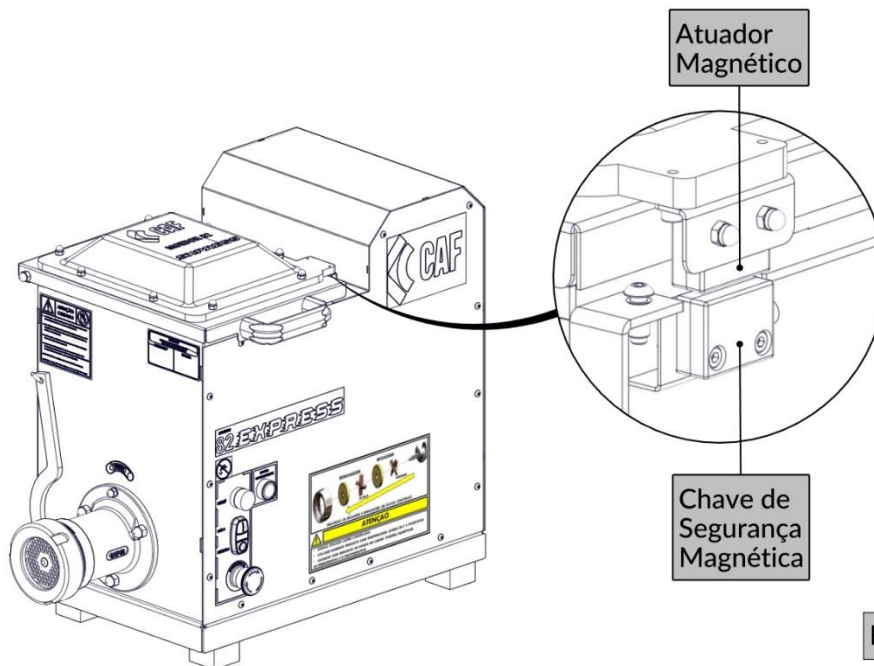

FIG. 4
- Sensor magnético (FIG. 4) impede que a máquina seja ligada com a tampa aberta.